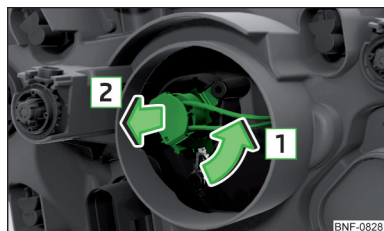

Fig. 174
- Drej stikket inklusive pære i pilens retning **1** » Fig. 174.